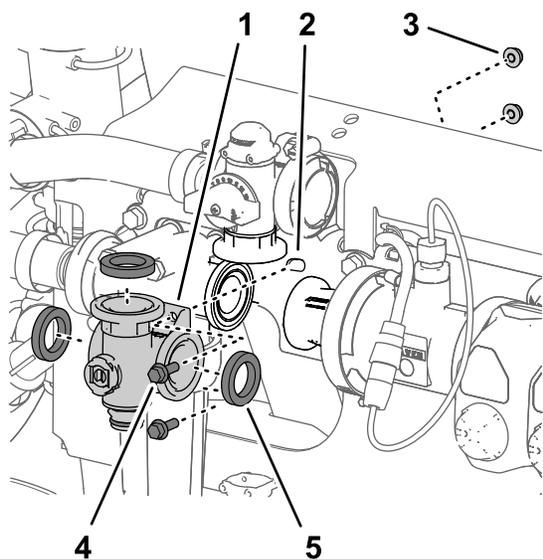

Рисунок 114
3. Выверните 2 болта с фланцем ($\frac{1}{4} \times \frac{3}{4}$ дюйма) и 2 фланцевые контргайки ($\frac{1}{4}$ дюйма), с помощью которых коллектор клапана перемешивания подсоединен к опоре клапана (Рисунок 114).
4. Снимите коллектор клапана перемешивания и прокладки с машины (Рисунок 114).